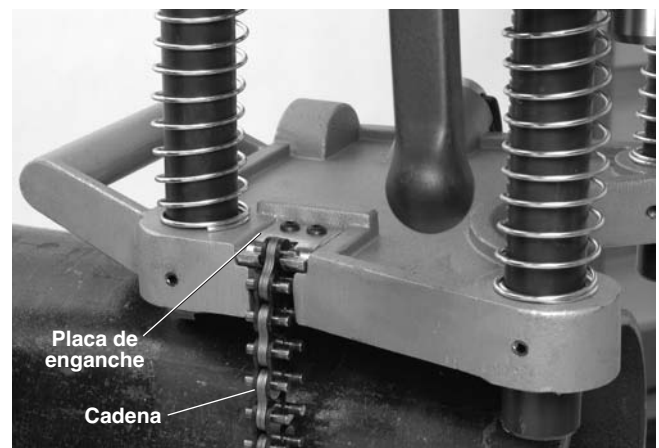

Figura 5 – Enganche de la cadena de la HC-450
3. Mantenga en todo momento por lo menos una de sus manos sobre la Perforadora, con el fin de estabilizar y guiarla. Tome el extremo de la cadena y cíñala alrededor del tubo. Enganche el pasador de cadena más cercano en la placa de enganche y apriete el mango giratorio para sujetar la Perforadora al tubo (*vea la Figura 5*).